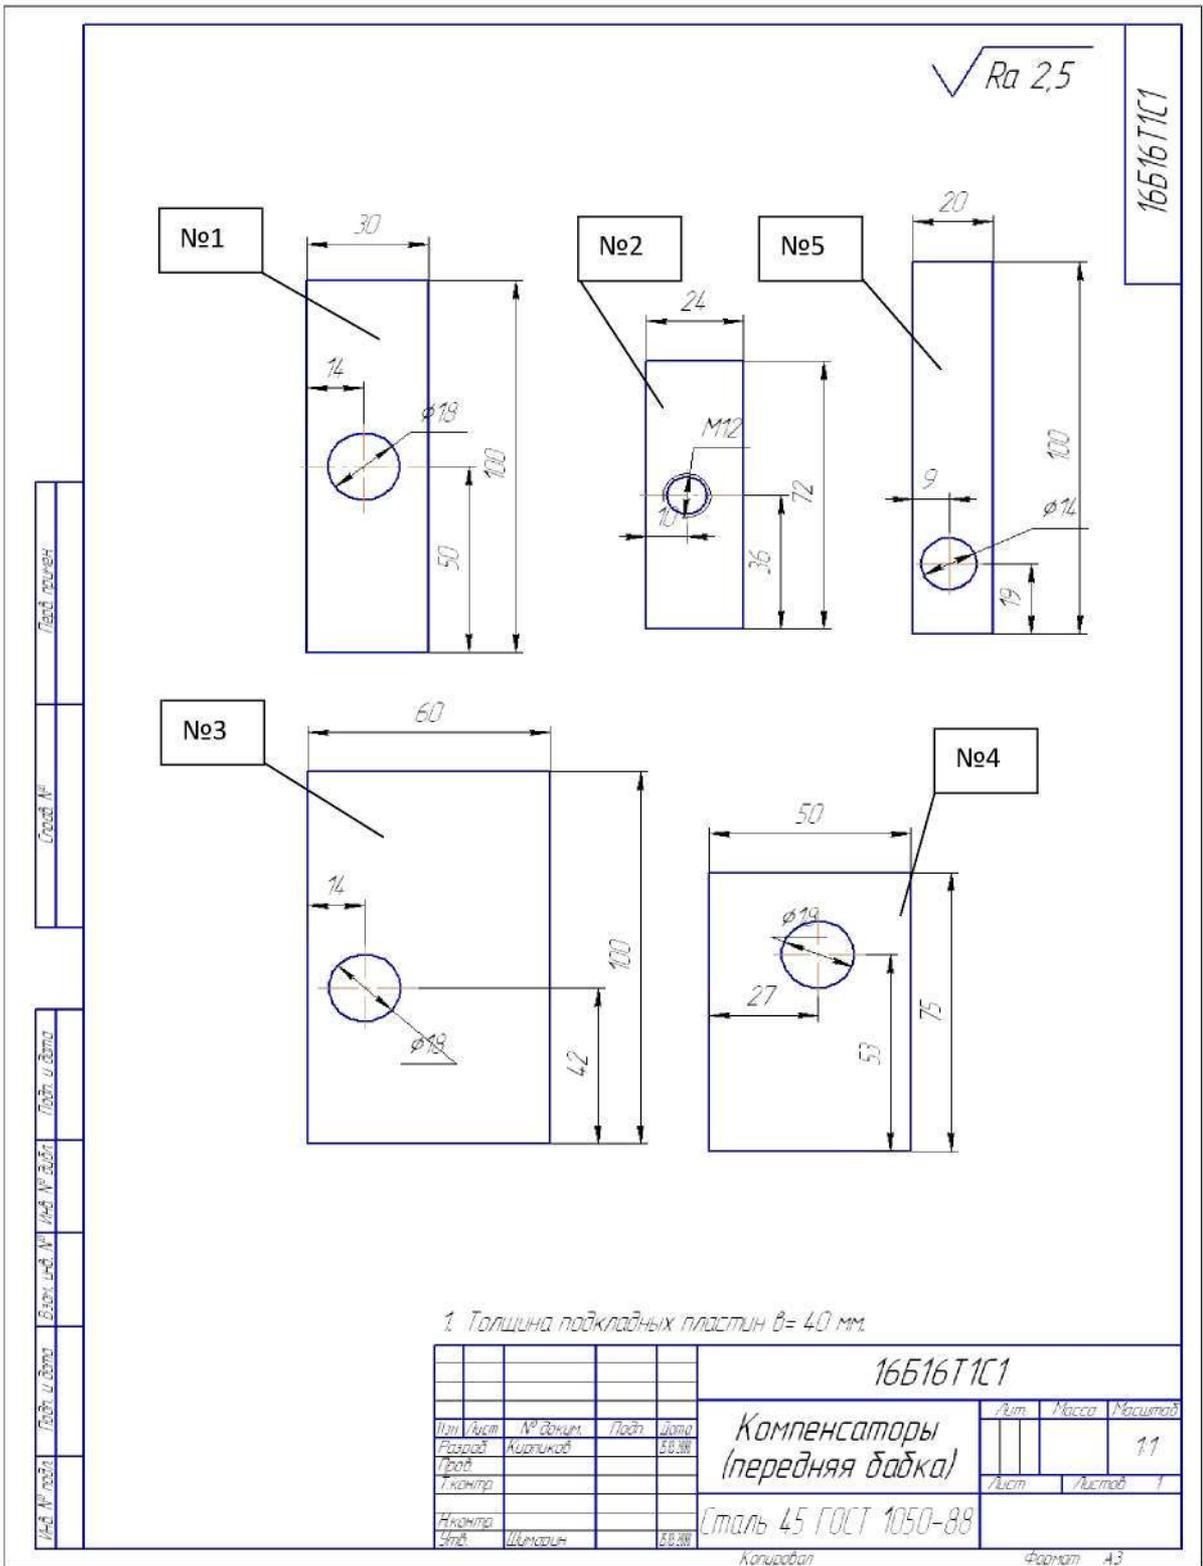

Рис.8
- 3.1. Изготовить компенсаторы для передней бабки в соответствии с рис.8 Приложения1 и упоры в соответствии с рис.10 Приложения 1.